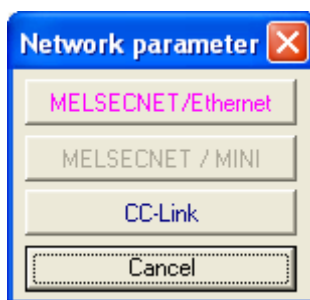

Рисунок 4 – Диалоговое окно выбора параметров сети
- **Модуль удаленного вывода**, начиная с X/Y1380 (HEX1000+DEC896; 896-число точек ввода/вывода для первой станции, рисунок 4, столбец Remote Station Points)